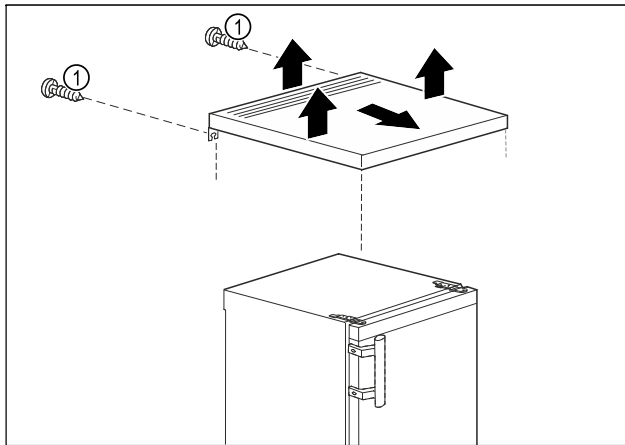

Fig. 10
- ▶ Schrauben Fig. 10 (1) an der Rückseite entfernen.